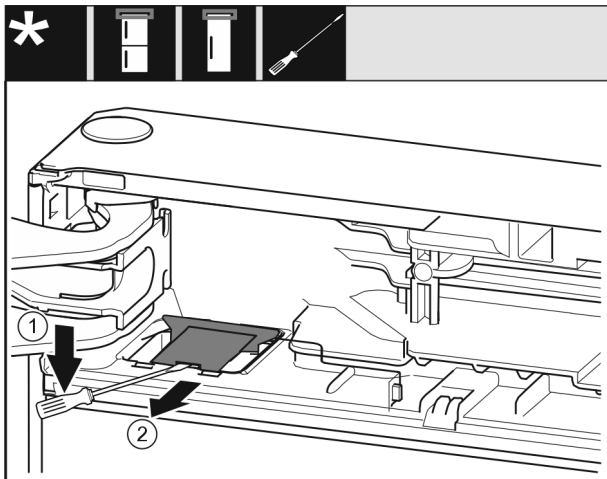

Fig. 10
- Disinnestare il coperchio con un cacciavite a testa a intaglio e sollevarlo. Fig. 10 (1)
- Estrarre la copertura. Fig. 10 (2)